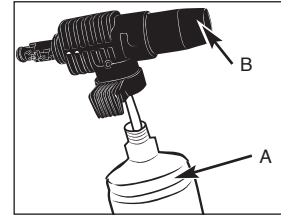

Fig. 2A
1. Add detergent into the chemical tank (A) and attach detergent sprayer (B). (Fig. 2A)
1. Ajoutez le détergent dans le réservoir à produits chimiques (A) et fixez l'embout à détergent (B). (Fig. 2A)